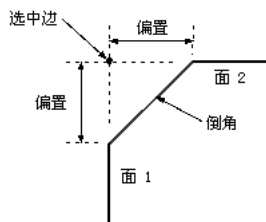

图 7-82 “对称”示意图
(1) 对称：该选项让用户生成一个简单的倒角，它沿着两个面的偏置是相同的。必须输入一个正的偏置值，如图 7-82 所示。